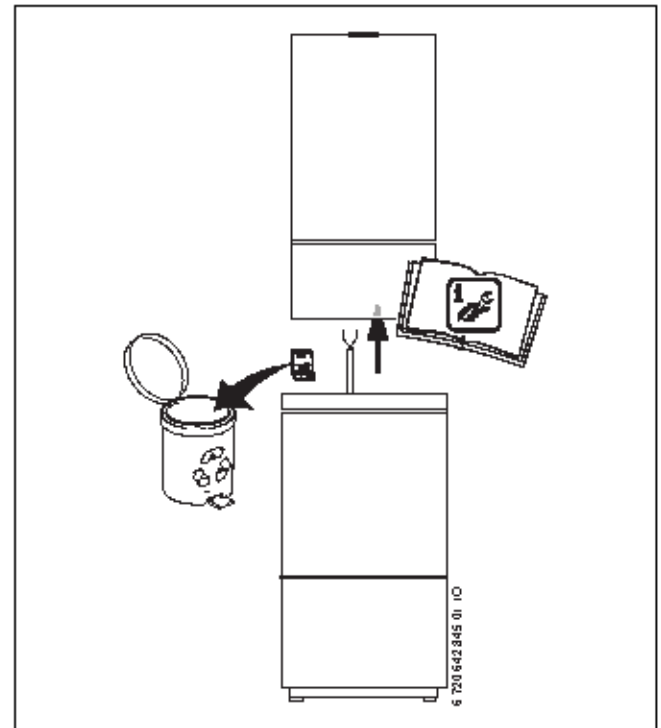

Fig. 6 Îndepărtarea ștecărilor de racordare
- ▶ Îndepărtați ștecărul de racord al senzorului pentru temperatura boilerului (→ fig. 6).